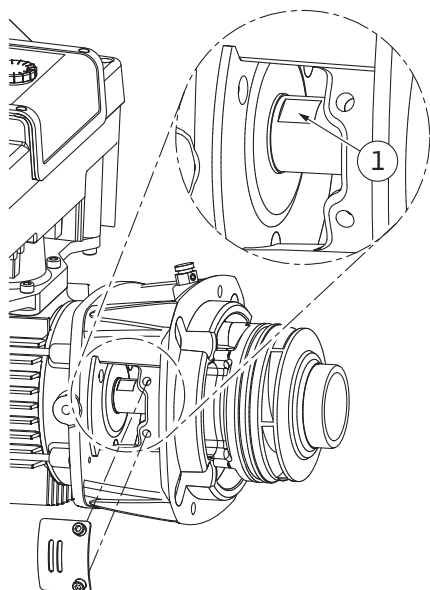

Fig. 106: Ključne površine na gredi
14. Viličasti ključ (vel. 22 mm) vstavite v odprtino laterne in držite gred na površinah ključa (Fig. 106, poz. 1). Izvijte matico tekača (Fig. I, poz. 22). Tekoč (Fig. I, poz. 21) se avtomatsko sname z gredi.
3. Viličasti ključ (vel. 22 mm) vstavite v odprtino laterne in držite gred na površinah ključa (Fig. 106, poz. 1).
10. Viličasti ključ (vel. 32 mm) vstavite v odprtino laterne (Fig. IV, poz. 38) in držite gred na površinah ključa (Fig. 106, poz. 1). Montirajte tekač s podložko/-ami in matico. Zategnite matico. Pazite, da ne zamaknete in s tem poškodujete drsnega obročnega tesnila.